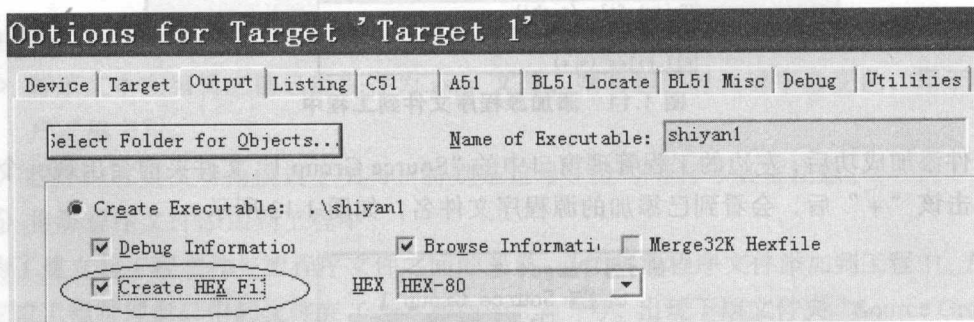

图 1.15 设置可生成 HEX 文件
在【Creat HEX File】选项前打钩, 其他选项采用默认, 则在编译的同时生成与工程文件名同名的 HEX 文件, 如图 1.15 所示。
- 显示/隐藏反汇编窗口，可查看每条指令的机器码。如图 1.15 中第一条指令的机器码是 7469。